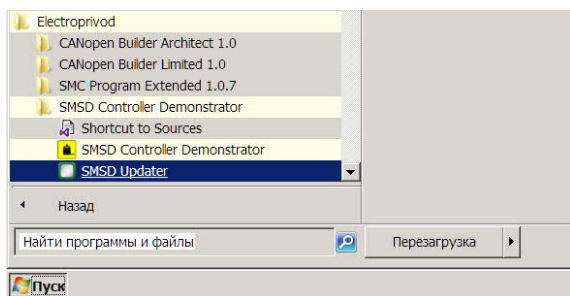
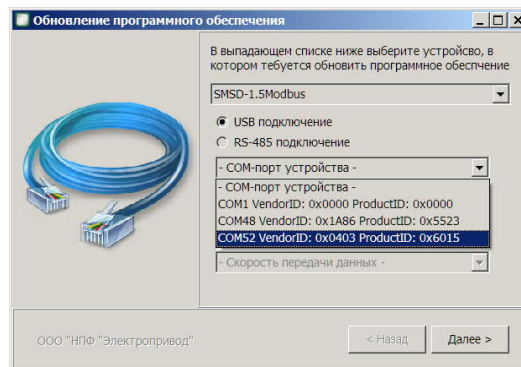

Рисунок 41.
Рисунок 42.
- 3) Запустите SMSGD Updater (рис. 41). И выберите COM-порт контроллера (рис. 42). Если контроллер подключен по RS-485 интерфейсу – выберите соответствующий тип подключения и для него укажите параметры связи.